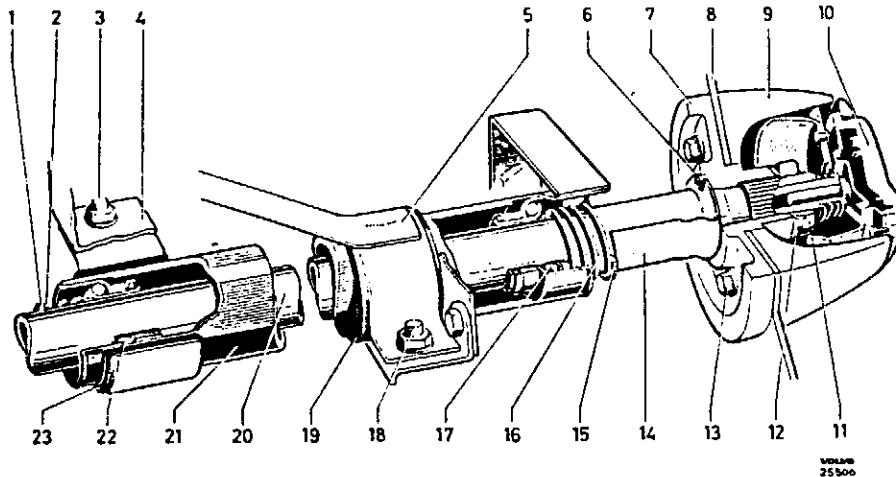

Abb. 43 Lenkspindellagerung, 1800 früh. Ausf.
- Feder und Lagersitz auf die obere Lenkspindel schieben. Bei 1800 darauf achten, daß der Sicherungsring in der Nut einfedert. Kontrollieren, daß die Gummibuchsen unter den Mantelrohrschellen einwandfrei sind. Mantelrohr und übrige Teile der Lenksäule entspr. Abb. 43 oder 44 einbauen. Die Ausführung der Lenkspindellagerung entscheidet, welche Abbildung zutrifft.